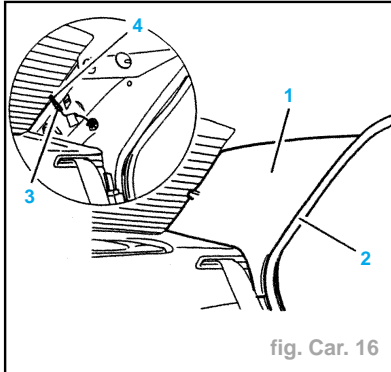

fig. Car. 16
- Dégager partiellement les joints (2) de portes AR sur la custode fig. Car. 16).